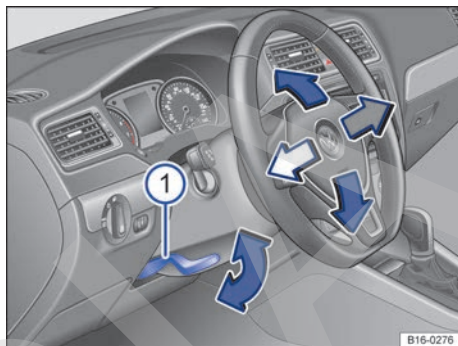

Fig. 75 Debajo del volante, en el guarnecido de la columna de dirección: palanca para el ajuste manual de la posición del volante.
- Tire hacia abajo de la palanca → fig. 75 ①.
- Después del ajuste, presione siempre la palanca → **fig. 75** ① firmemente hacia arriba para que no se modifique la posición del volante accidentalmente durante la marcha.